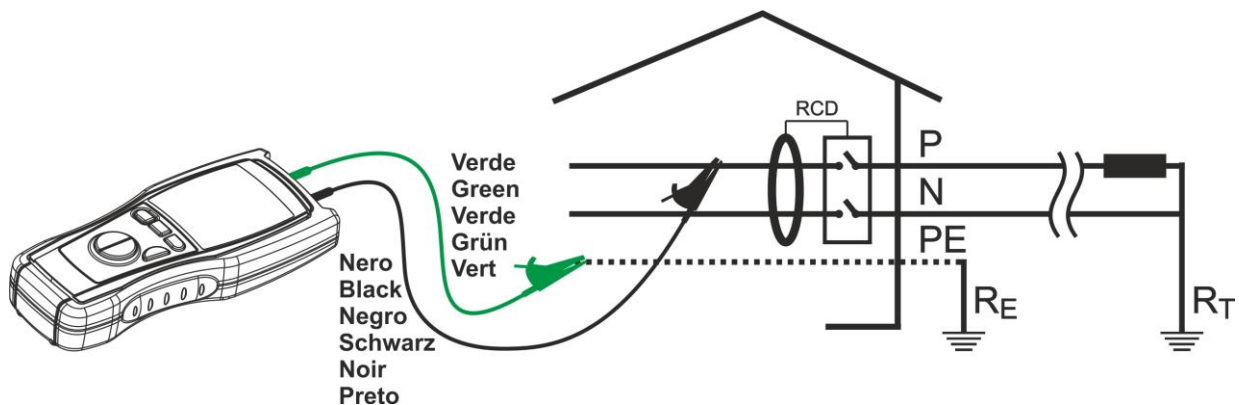

Fig. 11: Conexión de los terminales del instrumento
6. Conecte los terminales del instrumento al conductor del cual se desea medir el aislamiento (ver Fig. 11)